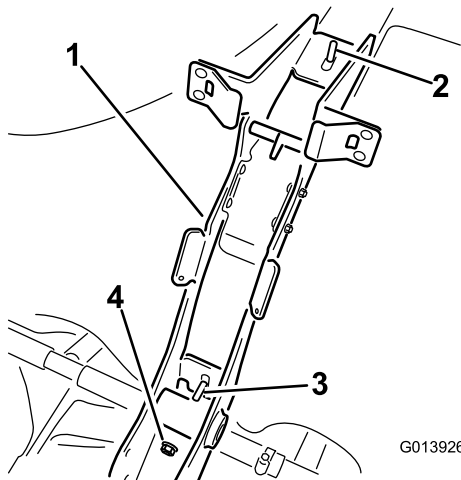

Рисунок 10
4. Установите контргайку на нижний выступающий болт, проходящий сквозь раму для фиксации ее к хомуту бака (Рисунок 10).